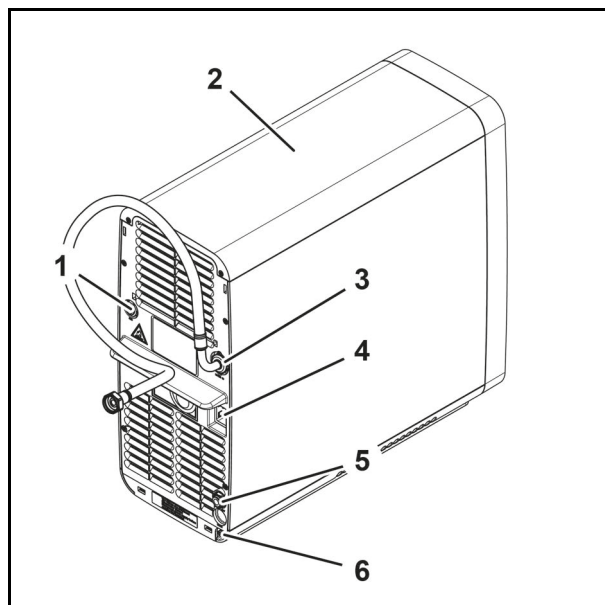

Abb. 13
5. W razie potrzeby podłączyć zewnętrzne zasilanie CO₂ (Abb. 13/1) do urządzenia podblatowego (Abb. 13/2), patrz rozdział 5.6.
6. Podłączyć przewód produktu (Abb. 13/5) do urządzenia podblatowego (Abb. 13/2).
7. Podłączyć przewód zimnej wody (Abb. 13/3) do urządzenia podblatowego (Abb. 13/2).
8. Połączyć przewód elektryczny armatury z przyłączem (Abb. 13/7) urządzenia podblatowego (Abb. 13/2).
9. Połączyć wtyczkę sieciową z przyłączem (Abb. 13/4) urządzenia podblatowego (Abb. 13/2).